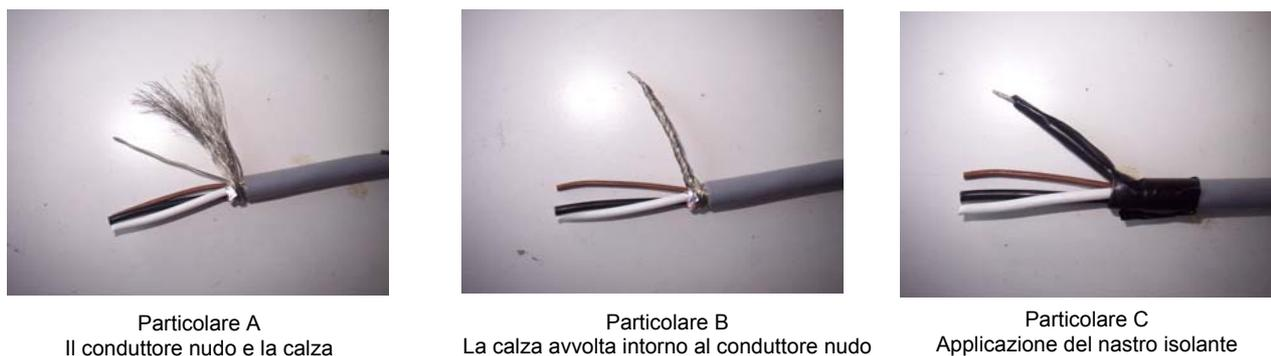

Figura 21 Collegamento schermatura cavo CAN BUS
3. Se è presente il conduttore nudo in contatto con la calza, avvolgere strettamente la calza intorno ad esso lasciandone libero un tratto di 5-6 mm. Se non è presente, separare una parte dei fili della calza stessa (in quantità tale da permetterne successivamente l'inserimento in morsettiera) ed intrecciarli ottenendo un conduttore, quindi avvolgere strettamente il resto della calza attorno ad esso, come nel caso precedente, lasciandone libero un tratto di 5-6 mm. (Figura 21 particolari A e B).
4. Applicare del nastro isolante nel tratto di schermatura tra il cavo e l'estremità del conduttore lasciandone scoperto un tratto di 5-6 mm, (Figura 21 particolare C).
7. **Solo per nodi intermedi:** Ripetere le operazioni dal punto 1 al punto 6 per l'altro spezzone di cavo CAN BUS necessario. facendo riferimento alla Figura 20, Figura 21 ed allo schema riportato in Figura 23.